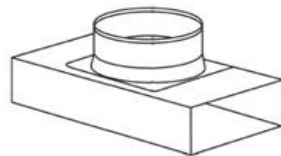

Abbildung 1
2. Verbinden Sie die Umluftweiche (Abb. 1) mit der freien Öffnung des Abluftschlauchs (Abb. 2).